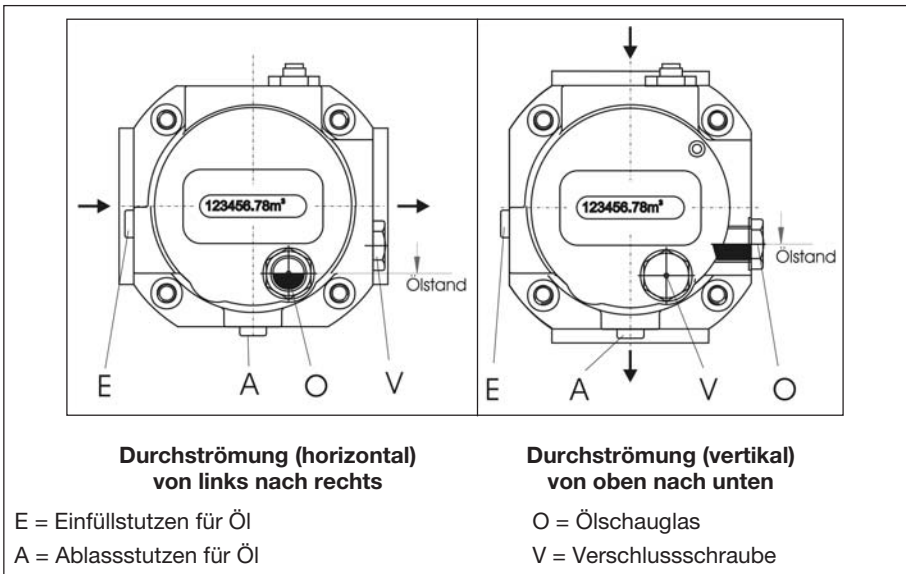

Bild 7: Horizontale und vertikale Einbaulage, Ölfüllung und Ölstandsanzeige **Typ RVG-ST**
- Bei **horizontaler Durchströmung** stehen zwei Öleinfüllöffnungen E oder V zur Verfügung. Die Ablassöffnung A befindet sich am tiefsten Punkt. Das Ölschauglas O befindet sich an der Vorderseite des Zählers unter dem Zählwerk (Bild 7 links).
- Bei **vertikaler Durchströmung** steht nur die Öleinfüllöffnung E zur Verfügung. Die Ablassöffnung A befindet sich am tiefsten Punkt. Das Ölschauglas ist nun rechts am vorderen Gehäusedeckel untergebracht (Bild 7 rechts).